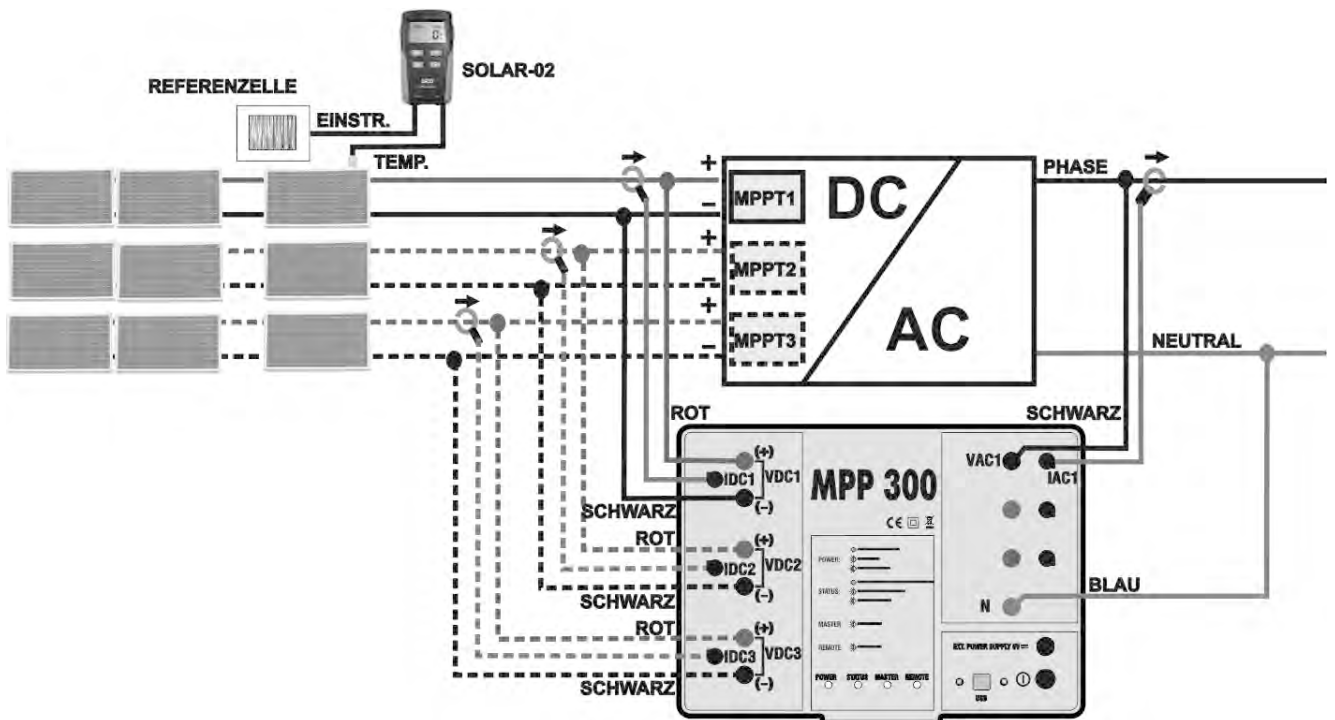

Abb. 5: Anschluss des MPP300 zur Prüfung von PV Anlagen mit 1 Phasen AC
7. Schließen Sie den **VDC1(+)** und **VDC1(-)** Eingang des **MPP300** an die Ausgänge des PV-Strings die am MPPT1 angeschlossen sind mit an und beachten dabei die Polungen und Kabeladernfarben der Abbildungen Abb. 5 oder 6.
10. Schließen Sie die DC Strommesszange am Pluspol des Strings **unter Beachtung der Pfeilrichtung** an (siehe Abb. 5 oder 6). Bringen Sie die DC Stromzangebacken so weit wie möglich vom Wechselrichter vom Minuspol des PV Strings entfernt an.
14. Schließen Sie die AC Strommesszange des ersten MPPT am Phasenleiter L1 **unter Beachtung der Pfeilrichtung** an der Stromzange an (siehe Abb. 5 oder Abb. 6). Bringen Sie die AC Stromzange so weit wie möglich vom Wechselrichter und vom Null-Leiter entfernt an. Verbinden Sie den Ausgang **IAC1** der Stromzange mit dem Eingang des MPP300.